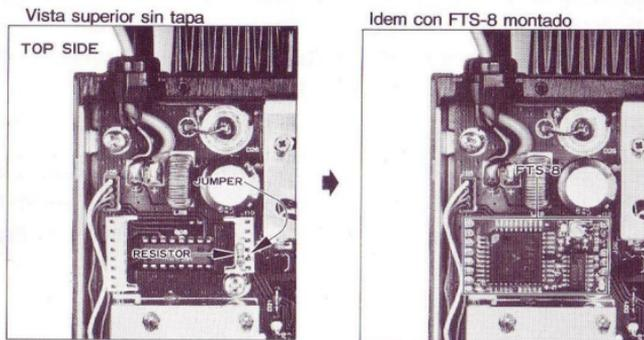

Figure 2.
- (2) Refiriendonos a la Fig 2, página siguiente, para la banda de 2 m y del la Fig 3, para la de 70 cm, se localizan la clavija de 6 patillas con sólo un puente y una resistencia de 56 kOh de 1/4 de vatio (con bandas verde-azul-naranja) y se retira el puente y la resistencia. Estos no serán ya necesarios a menos que se desmonte posteriormente la unidad FTS-8.